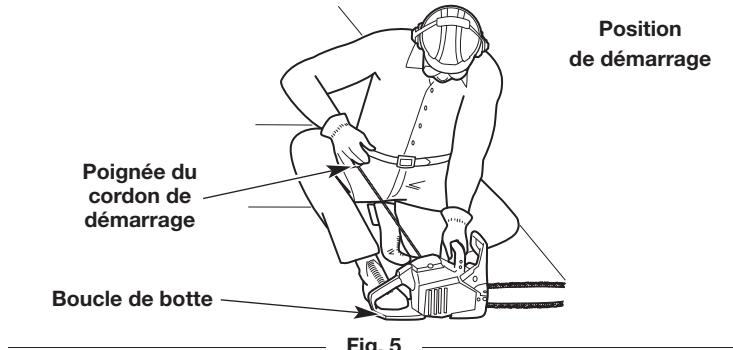

Fig. 5
**AVERTISSEMENT :** Évitez un démarrage accidentel de l'unité. Afin d'éviter les blessures graves, l'utilisateur et l'appareil doivent se trouver en position stable lorsque le cordon de démarrage est tiré (Fig. 5).
5. Placez-vous en position de démarrage (Fig. 5). Maintenez la poignée avant avec la main gauche. Maintenez la corde du démarreur avec la main droite. Insérez le pied droit dans la boucle de botte pour aider à maintenir l'appareil fermement en place.
6. Tirer à **5 reprises** sur le câble de démarreur avec un mouvement contrôlé et régulier (Fig. 5).